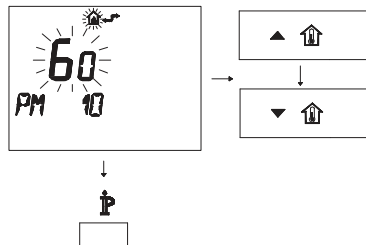

Figura 5.65
- Para modificar el punto de consigna programado, use los botones ▲ ↑ o ▼ ↓ y espere a que el número programado comience a parpadear (Figura 5.65).